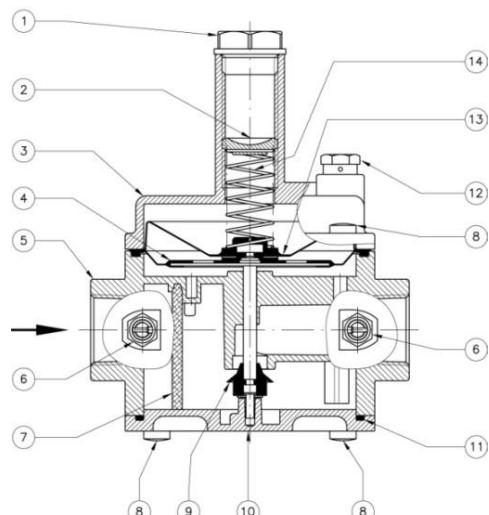

Рис. 1
Регулятор (рис. 1) состоит из: защитные колпачок (1); регулировочный винт (2); растрub (3); рабочая мембрана / центральный стержень (4); корпус (5); штуцер для отбора давления (6); фильтрующий элемент (7); Винты крепления (8); затвор (9); нижняя панель (10); нижнее уплотнительное кольцо (11); пылезащитный колпачок (12); защитная мембрана (13); пружина регулирующего устройства (14).
- Для настройки регулятора необходимо использовать манометр, который можно установить в штуцер для отбора давления (см. рис. 1).